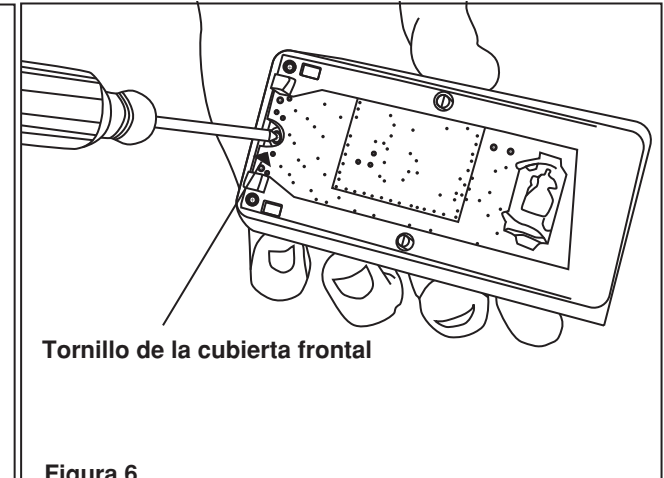

Figura 6
2. Destornille el tornillo de la cubierta del frontal en la parte posterior en la base y saque la cubierta delantera (vea FIGURA 6).